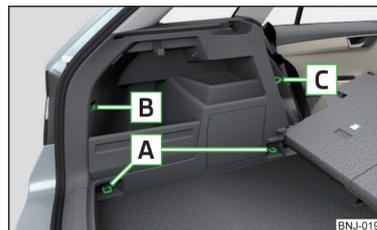

Fig. 94
Aperçu des éléments de fixation » fig. 94
- Les œillets d'ancrage **A** » fig. 94 à la page 87 ne peuvent pas être utilisés pour la fixation de filets, lorsque le plancher de chargement variable se trouve en position supérieure » page 93¹⁾.
Le sac » fig. 97 peut être fixé aux éléments de fixation **A**, **B** et **C** » fig. 94 à la page 87.